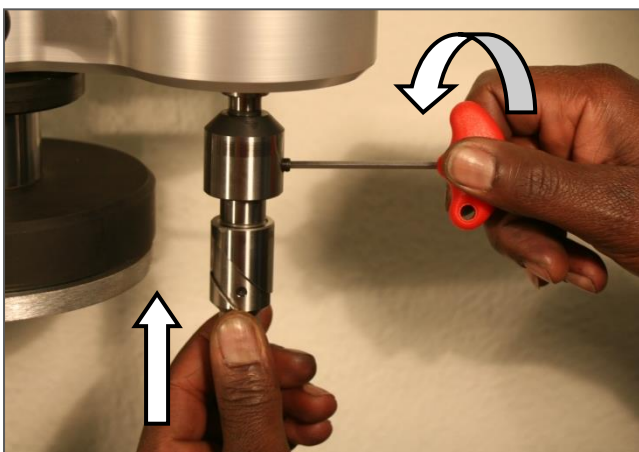

Fig. 36
2. El tornillo de fijación se puede liberar mediante el uso de la clave InHex sujetado. El cabezal de herramienta se puede sacar con un ligero giro de mano. Inserte la otra herramienta de cabeza en la guía de husillo. Compruebe, si el punto marcado en la cabeza de la herramienta tiene la misma dirección que el tornillo de fijación en la guía de husillo. Ajuste el cabezal de la herramienta en consecuencia y apriete el tornillo de fijación para sujetarlo. Fig. 36